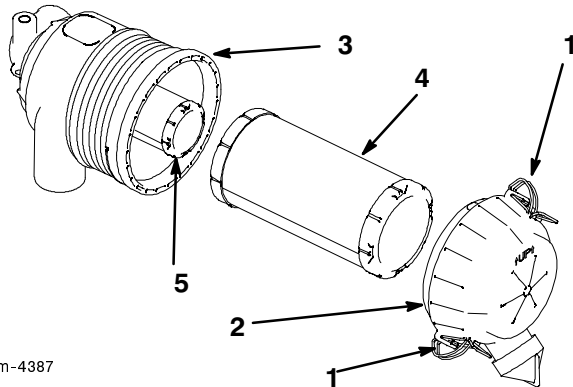

Abbildung 24
3. Die Sperrklinken am Luftfilter lösen und die Luftfilterabdeckung vom Luftfiltergehäuse herunterziehen (Abb. 24).
5. Vorsichtig den Primärfilter aus dem Luftfiltergehäuse herauschieben (Abb. 24). Darauf achten, daß der Filter nicht gegen die Gehäuseseite schlägt. Den Sicherheitsfilter nur herausnehmen, wenn er ausgetauscht werden soll.
2. Beim Austausch des Sicherheitsfilters den Filter vorsichtig in das Filtergehäuse schieben (Abb. 24).
3. Den Primärfilter vorsichtig über den Sicherheitsfilter schieben (Abb. 24). Darauf achten, daß der Filter richtig sitzt. Dazu während der Installation auf den Außenrand des Filters drücken.
4. Die Luftfilterabdeckung mit der mit "UP" bezeichneten Seite nach oben anbringen und die Sperrklinken einrasten lassen (Abb. 24).